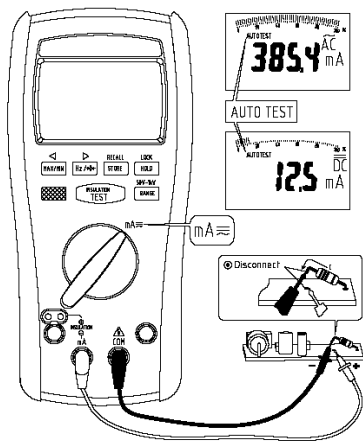

Рис. 7.3
3. Подключить измерительные провода последовательно с источником тока (рис.7.3). При необходимости выпаять ножку радиоэлемента их схемы.